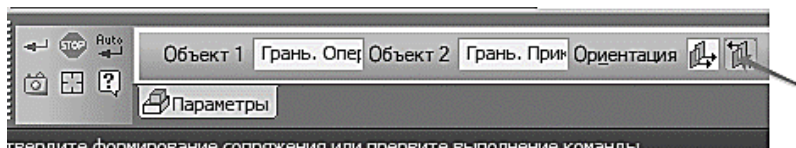

Рис. 43. Редактирование элементов сопряжений
2.5.9 Нажмите кнопку Обратная ориентация (рис. 43).